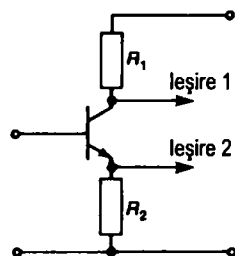

Figura Q.4
- 10 Fie figura Q.4. În circuitul de bază de distribuitor de fază prezentat, raportul între R_1 și R_2 trebuie să fie: